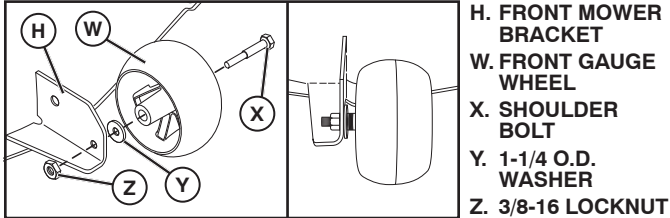

Fig. 28
2. ASSEMBLE FRONT GAUGE WHEEL (W) TO FRONT OF MOWER (See Fig. 28)